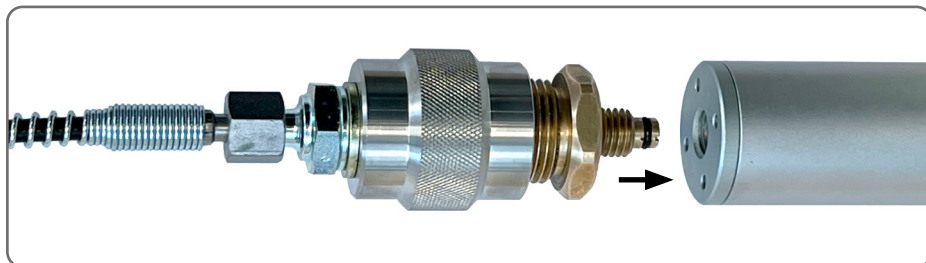

Fig. 2
3) Acople el adaptador de carga al depósito de aire e inicie la carga de aire (Fig.2)
3) Acople el adaptador de carga al depósito de aire (Fig.2)